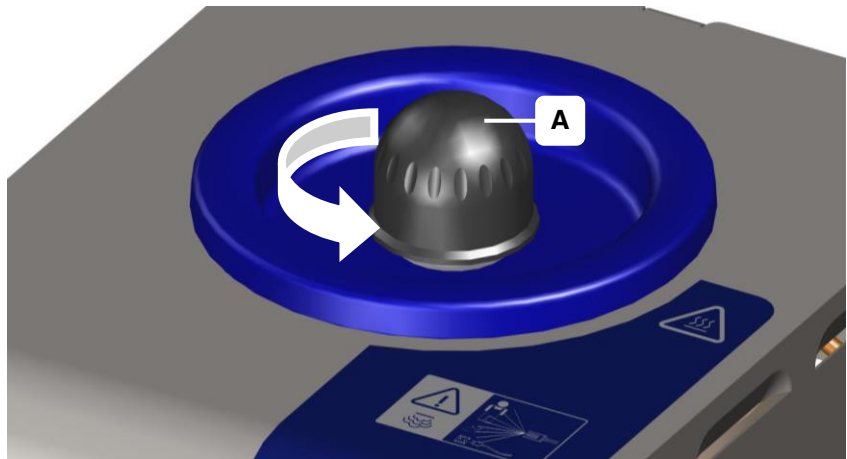

Bild 6.2.1: Druckbehälter öffnen/schließen
2. Öffnen Sie langsam die Druckbehälter-Schraubkappe (Bild 6.2.1 Gerät befüllen).